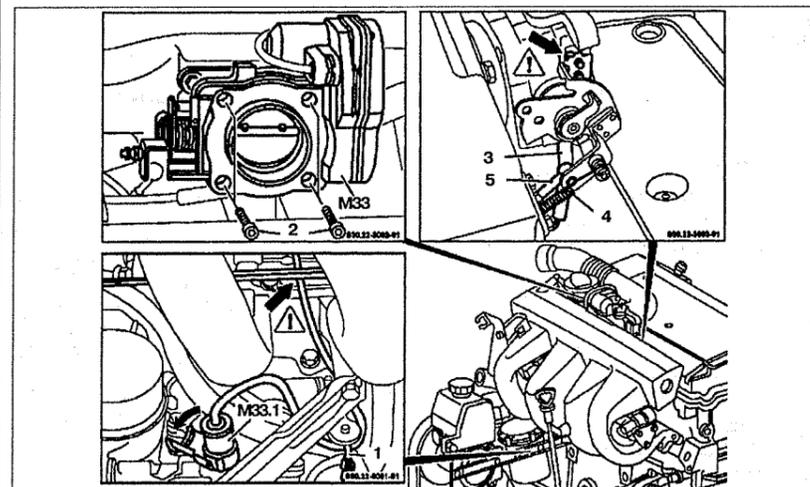

Рис. 2.125. Привод холостого хода:
3. Отсоедините разъем M33.1, сняв хомут (стрелка) (см.рис.2.125).